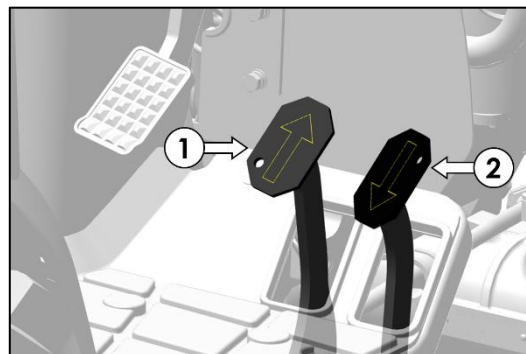

Fig. 95 - PÉDALE DE TRANSMISSION HYDROSTATIQUE (HST)
1. Pédale de marche avant (repère 1 sur la fig. 95) pour déplacer le tracteur en marche avant.
2. Pédale de marche arrière (repère 2 sur la fig. 95) pour déplacer le tracteur en marche arrière.